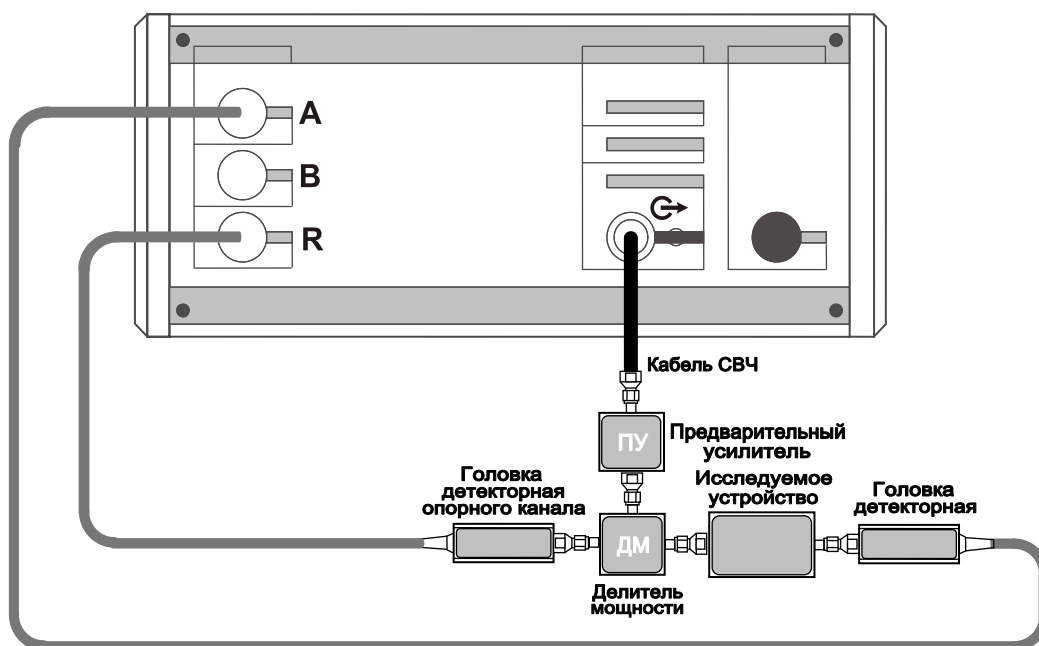

Рисунок 4.29 – Схема измерений динамических характеристик с опорным каналом
4.5.6.6 Измерения с опорным каналом проводят для отслеживания флуктуаций мощности и их учёта, а также для частичного согласования радиоизмерительного канала. Такие измерения, обычно, проводят для устройств с большой входной мощностью, для работы которых требуется наличие предусилителя (рисунок 4.29). Для проведения измерений с опорным каналом требуется наличие второй головки детекторной (головка детекторная опорного канала на рисунке 4.29).
- м) собрать схему измерений, согласно рис. 4.29, при необходимости на выход ИУ установить аттенюатор с известным ослаблением;